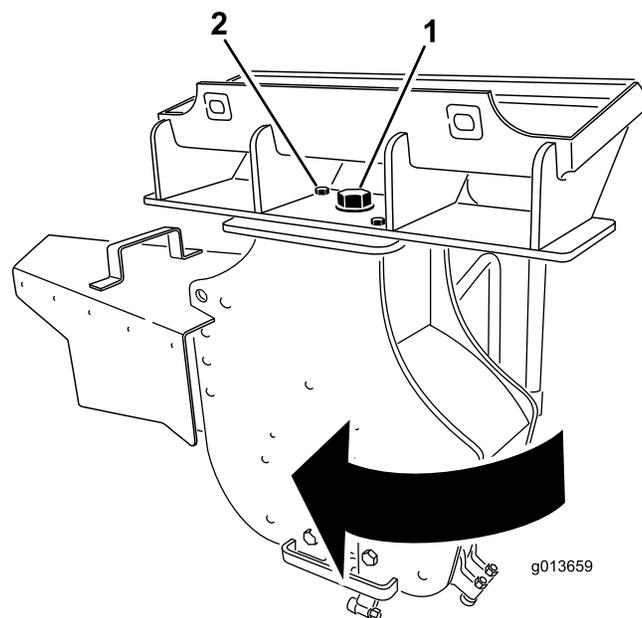

Figura 10
3. Allentate il bullone grande situato sopra la trinciatrice (Figura 10).
4. Rimuovete il bullone e il dado anteriori che fissano la trinciatrice (Figura 10).
5. Ruotate la trinciatrice di 30 gradi in senso orario (Figura 10).
6. Serrate il bullone grande sopra la trinciatrice a una coppia di 406 N m (Figura 10).
7. Montate il bullone e il dado nel foro anteriore e serrateli a una coppia di 101 N m (Figura 10).
12. Allentate il bullone grande situato sopra la trinciatrice (Figura 10).
13. Rimuovete il bullone e il dado anteriori che fissano la trinciatrice (Figura 10).
14. Ruotate la trinciatrice di 30 gradi in senso antiorario (Figura 10).
15. Serrate il bullone grande sopra la trinciatrice a una coppia di 406 N m (Figura 10).
16. Montate il bullone e il dado nel foro anteriore e serrateli a una coppia di 101 N m (Figura 10).